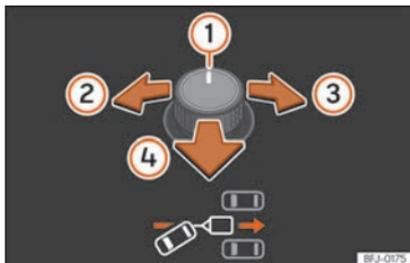
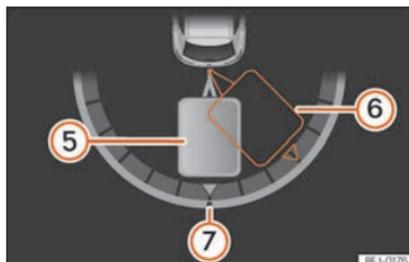

Fig. 206 Comando giratório dos retrovisores exteriores: ajustar o ângulo do reboque.
Fig. 207 Ecrã do painel de instrumentos: fazer marcha-atrás.
Legenda da **Fig. 206**, » **Fig. 207**:
- Rode o comando giratório até atingir a direção desejada » **Fig. 206**. No ecrã do painel de instrumentos aparece, a modo de orientação, uma representação do conjunto veículo trator e reboque na posição atual » **Fig. 207**.